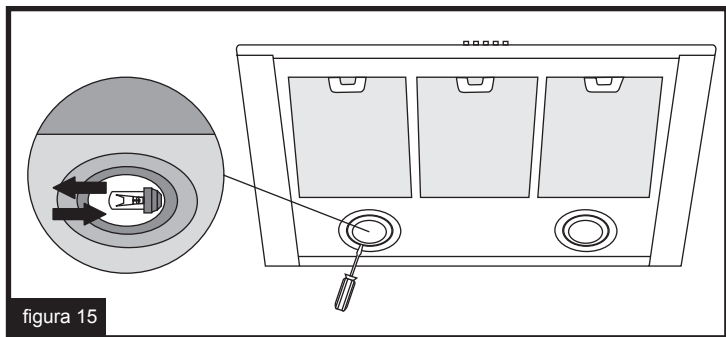

figura 15
- Para substituí-las [veja a figura 15]: